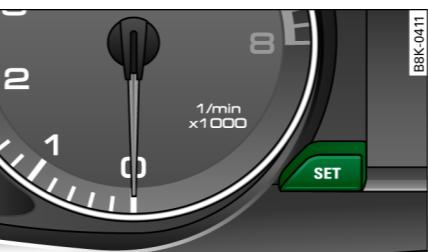

图 3 组合仪表：[SET]
在关闭点火开关后，如果按 [SET] 按钮 ⇒ 图 3，那么出现显示约 30 秒钟。
- 点火开关关闭时，按 **SET** 按钮 30 秒钟，可以开启时间和日期显示 ⇒ 第 12 页，图 3⇒ 第 12 页。■
- 点火开关关闭时，按 **SET** 按钮 30 秒钟可以开启里程表 ⇒ 第 12 页，图 3 ⇒ 第 12 页。 ■